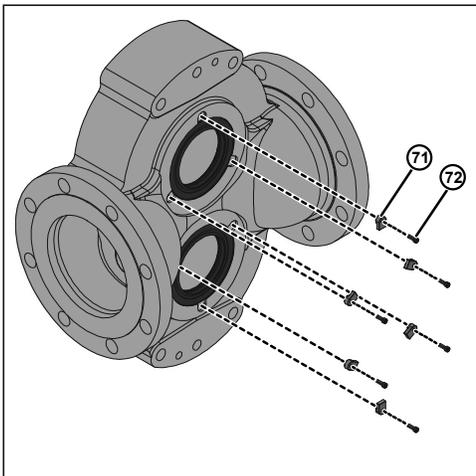

Ilustración 119 - Instalar los tornillos y la lengüeta de retención
6. Instale toda la lengüeta de retención (71) y los pernos de retención (72) en el cuerpo de la bomba, tal como se muestra en la Ilustración 119. Esto es *aplicable al modelo 220-320*.